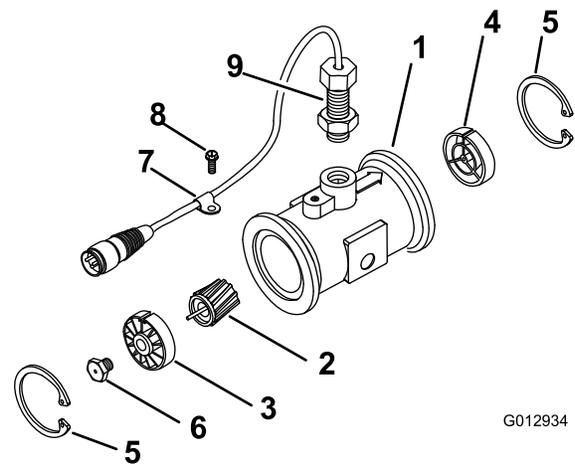

Figura 104
3. Retire el anillo de sujeción del lado “aguas arriba” (Figura 104).